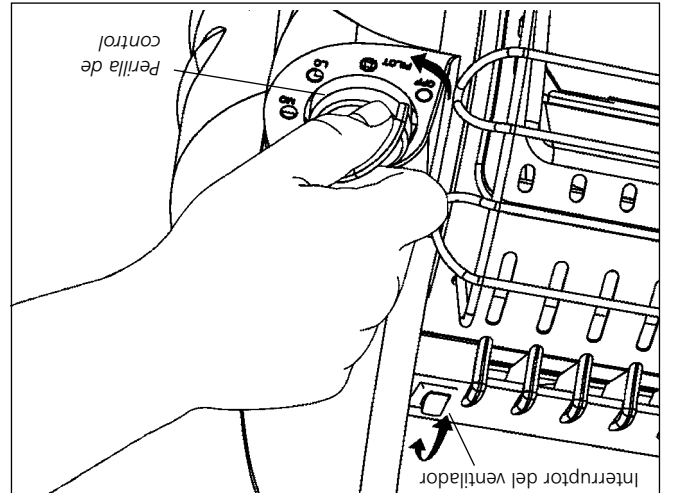

Figura 1
- Para aumentar la circulación de calor, coloque el interruptor de rojo del ventilador en ON (encendido). El interruptor del ventilador está ubicado justo a la izquierda de la perilla de control, al lado del soporte manual. Ver Figura 1.
- Asegúrese de que la perilla de control de cinco posiciones esté en la posición "OFF" (apagado), ver Figura 1, a la izquierda.
- Asegúrese de que la perilla de control de cinco posiciones esté en la posición "OFF" (apagado); ver Figura 1.